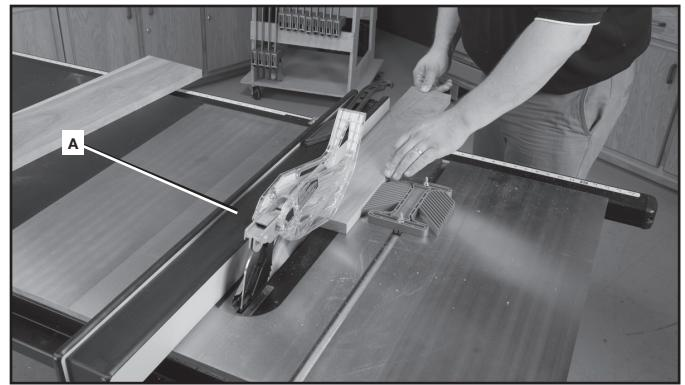

FIG. 55
3. Maintenez la pièce à plat sur la table et contre le guide (A) fig. 55. Maintenez la pièce à environ 25 mm (1 po) de la lame.
ATTENTION : La pièce à machiner doit avoir un bord droit contre le guide et ne doit être ni gondolée, ni déformée, ni courbe. Protéger les mains de la lame et les maintenir à l'écart du chemin de lame. Se reporter à la position adéquate pour les mains en fig. 55.